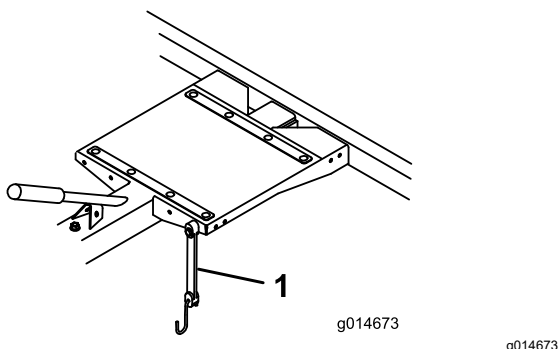

图 15
- 运输过程中应使用弹力带将果岭剪草机紧固到拖车上图 15。您可以将弹力带移至不同的安装孔以适应不同的剪草机。